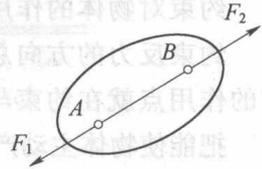

图 1-5 二力平衡条件
① 二力平衡公理：作用于同一刚体上的两个力成平衡的必要与充分条件是：力的大小相等，方向相反，作用在同一直线上，见图 1-5。